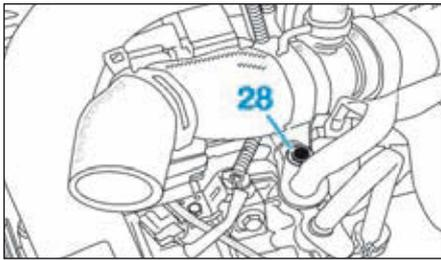

FIG.93
- la vis (28) du tuyau de climatisation sur le compresseur (Fig.93).